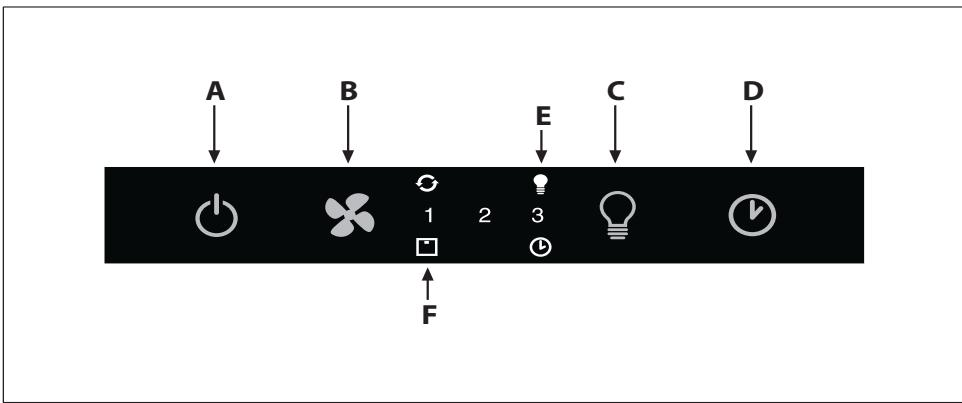

Fig.13
**• Manöverfunktioner (Fig.13):**
**Power-knappen (A)=** Till- och fräknappen sätter på och slårer en gång för den 1:a hastigheten. Genom att trycka på denna knapp startar motorn med den 1:a hastigheten.
**Fan speed-knapp (B)=** Med avståndg fläkt, tryck på knappen en gång för den 1:a hastigheten, två gånger för den 2:a hastigheten och tre gånger för den 3:e hastigheten. Tryck ned knappen i 5 sek för att starta intensivhastigheten, i vilket läge kåpan än befinner sig. För varje hastighet tänds endast lysdioden för inställd hastighet. Intensivhastigheten indikeras av att lysdioden för den 3:e hastigheten blinkar. Intensivhastigheten varar i 10 min, sedan återgår kåpan till tidigare inställd hastighet.